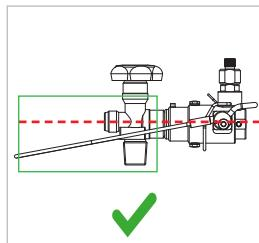
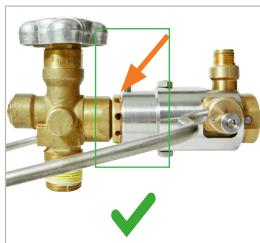
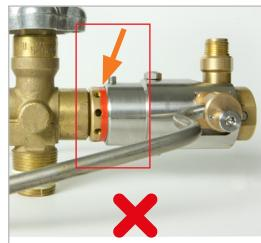

Figure 10
Figure 11
Figure 12
- Abaisser l'arceau de commande (pos. 1) vers le haut. L'arceau doit pouvoir être manipulé facilement vers le haut sans forcer. Le câble d'acier doit se trouver dans sa position finale sous le plan horizontal par rapport au connecteur (*Figure 10*). La marque rouge sur la partie avant (pos. 3) doit disparaître sous le boîtier et ne plus être visible (*Figure 11* et *Figure 12*).